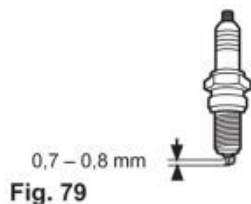

Fig. 79
6. Sprawdź przerwę między elektrodami świecy zapłonowej. Powinna ona wynosić 0,7 – 0,8 mm (rys. 79).